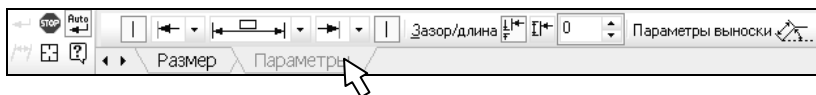

Рис. 3
5) Щелкните мышью на кнопке «*Параметры*» внизу «*Строки параметров*». «*Строка параметров*» изменила вид (рис. 3).